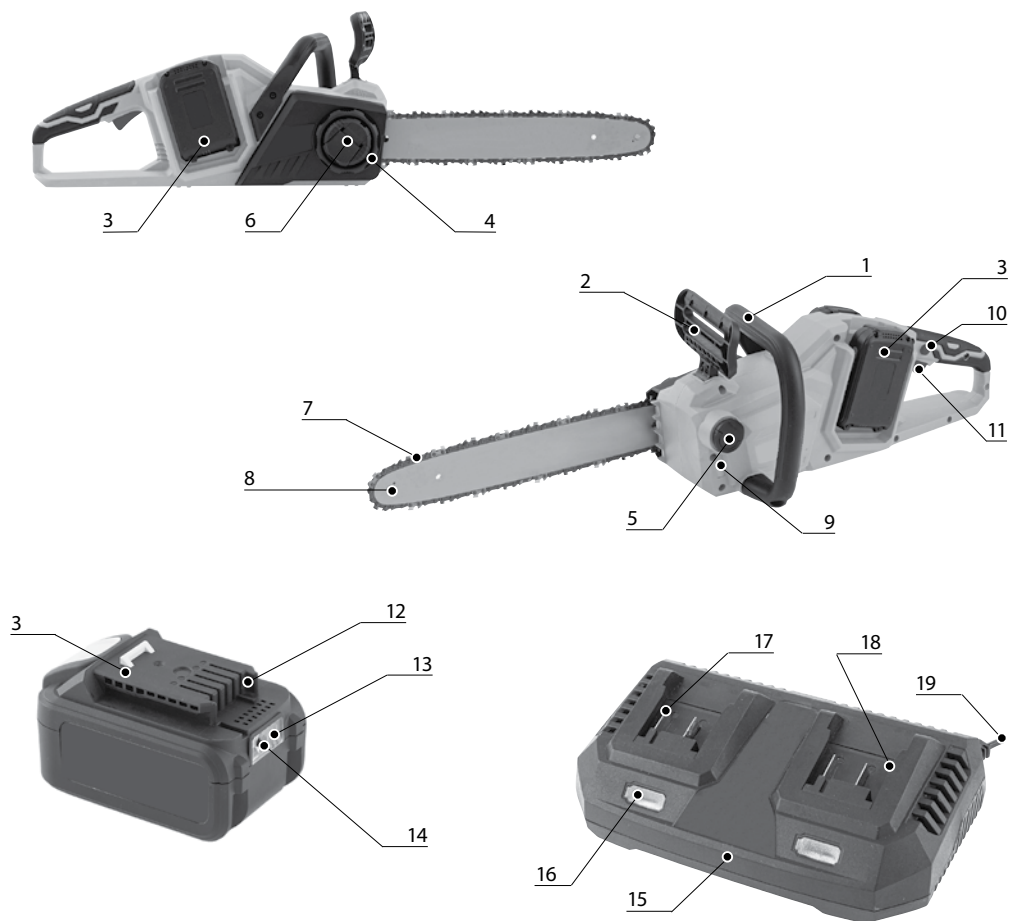
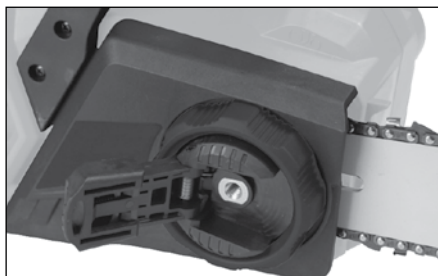

Рис. 3
Рис. 4
2. Вытащите прижимную ручку 6 (рис. 3) и открутите защитный щиток (рис. 4).
5. Прижмите шину рукой к креплению на корпусе, слегка натяните цепь, вращая устройство натяжения (рис. 4) по часовой стрелке.
Для запуска инструмента установите АКБ, нажмите кнопку блокировки 10 (рис. 3) и, не отпуская ее, нажмите на рычаг выключателя 11 (рис. 3). Для выключения устройства отпустите рычаг выключателя и отсоедините АКБ.